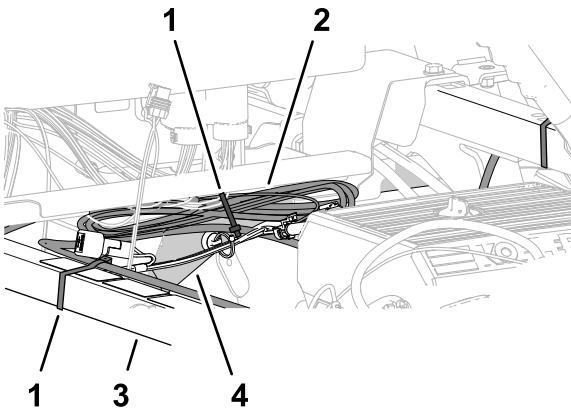

Figure 215
2. Placez le faisceau de données sur le tube de support amortisseur, et attachez-le sur le avec un serre-câble (Figure 215).
3. Placez le faisceau de données sur le tube de cadre supérieur droit, et attachez-le sur le tube du cadre avec un serre-câble (Figure 215).